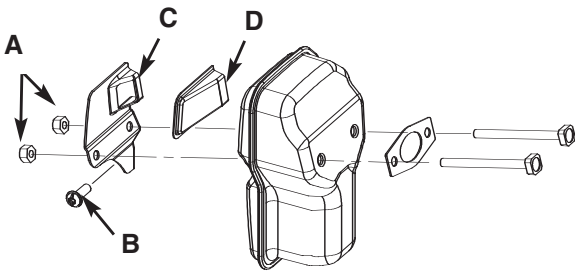

Fig. 38
2. Retire los 2 tornillos (B) que sujetan la cubierta del protector de la bujía (C). (Fig. 38)
3. Deseche el filtro protector de la bujía usado (D) y reemplácelo con uno nuevo.